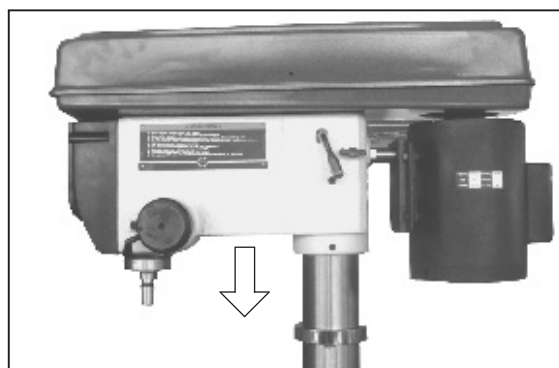

Figura 2
1. Coloque el cabezal de la prensa taladradora en la columna hasta el punto más bajo posible (Figura 2). Luego, alinee el cabezal con la base de la prensa taladradora.